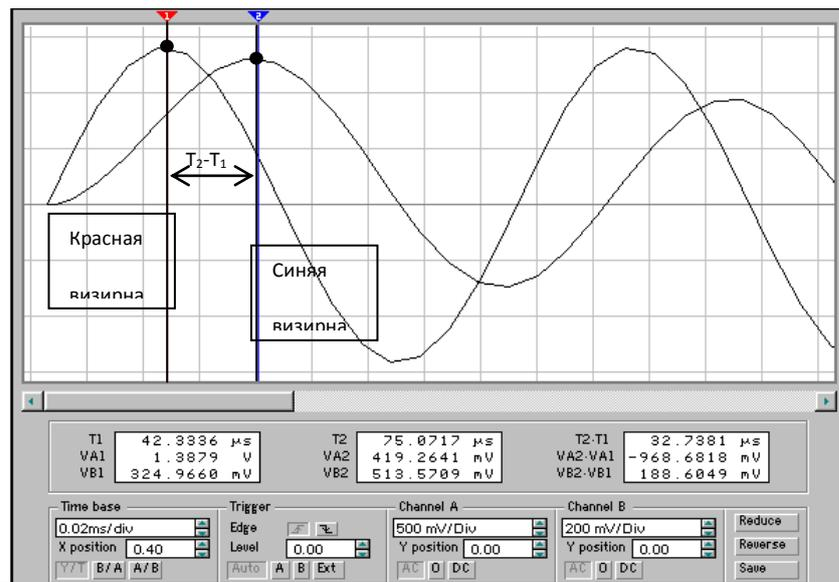

Рис.14
8) Еще один необходимый для работы осциллографа режим – увеличение размера экрана. Этот режим выполняется кнопкой “EXPAND”. Лицевая панель осциллографа существенно меняется (рис.14) – увеличивается размер экрана и появляется возможность подробно сравнить два сигнала по форме. При сравнении форм сигналов нужно учитывать чувствительность прибора по входным каналам.
Визирные линии (они показаны на рис.14) могут быть установлены за треугольные «ушки» курсором в любое место экрана. Красная визирная линия имеет номер 1, синяя – номер 2. В индикаторных окнах приводятся результаты измерения напряжений, временных интервалов и их приращений между **соответствующими визирными линиями по их порядковому номеру.**
Для измерения разности начальных фаз двух сигналов визирные линии нужно устанавливать в ближайших точках максимальных значений двух сигналов. Красную визирную линию нужно установить на входной сигнал. Это показано на рис.14.